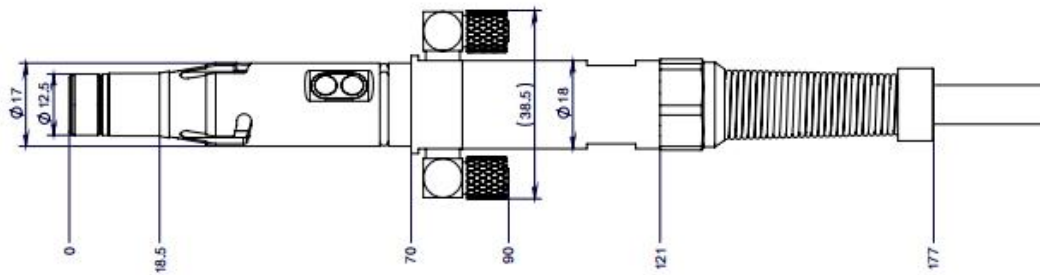
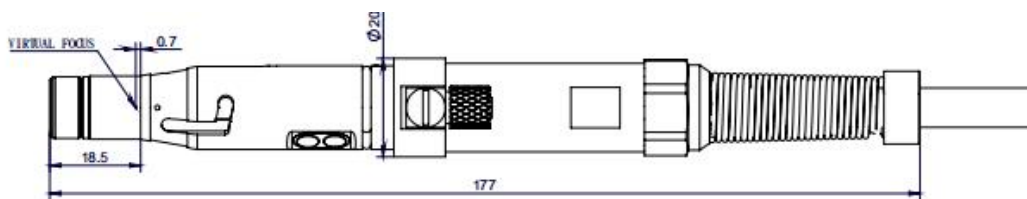

图 13 QBH 输出光缆正视图尺寸
图 14 QBH 输出光缆侧视图尺寸
- b) 参照图 13 及图 14 所示，采用棉签、镜头纸蘸酒精或丙酮朝固定方向擦拭，切勿用嘴吹，如果石英端面不干净，请重复以步骤清洁镜头；